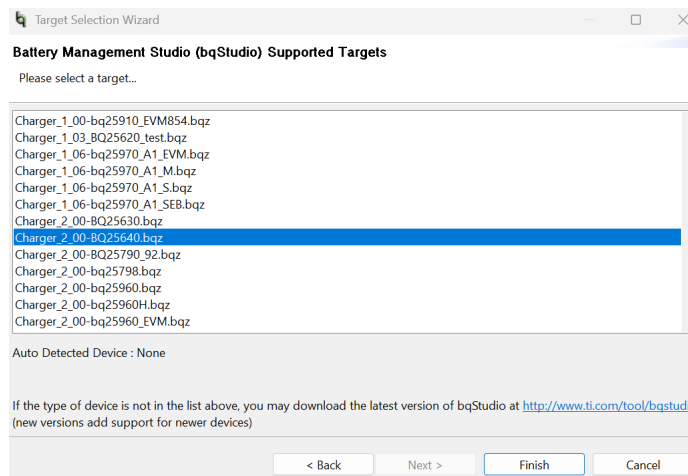

図 3-2. BQStudio チャージャ選択ウィンドウ (Charger_2_00 — bq25640.bqz を選択)
2. 図 3-2 に示すウィンドウから、デバイス BQ25640 に基づいて適切な構成ファイルを選択します。